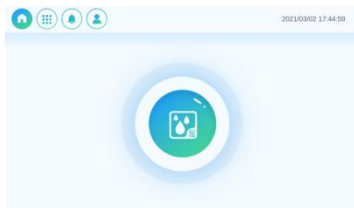

图 1
3.1.3 实验前请打开 DNBelab-D4RS 样本制备系统电源，进入仪器登入界面，输入用户名和密码进入建库界面（图 1），并确保仪器能够正常运行。